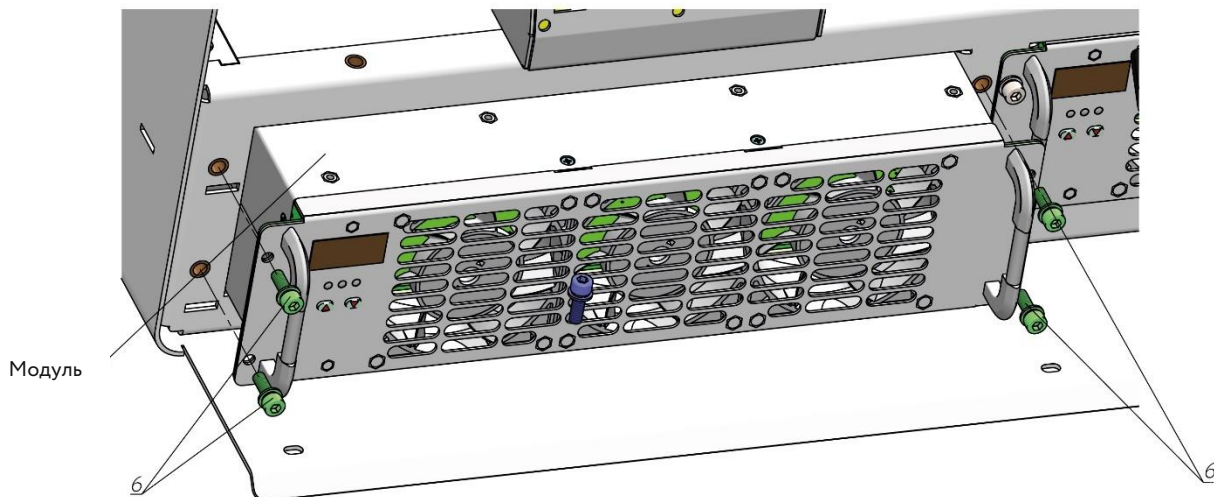

Рисунок 5.10. Місце встановлення модулю в станції (6 – гвинт М5)
- 3) Встановити модуль в каркас станції (Рисунок 5.10). Встановлювати модулі краще вдвох плавно знизу вгору так, щоб екран модуля розташовувався ближче до передньої частини ЗС;
- 4) Закріпити гвинтами 6 (Рисунок 5.10);